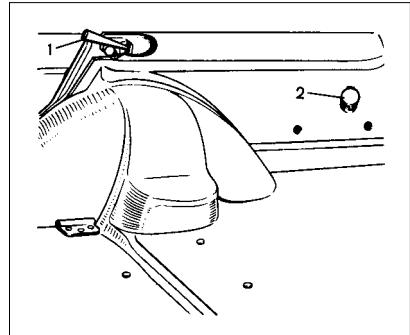

Рис. 13. Заднее сиденье
- освободите спинку сиденья, отжав пружинные фиксаторы 1 (рис. 13);